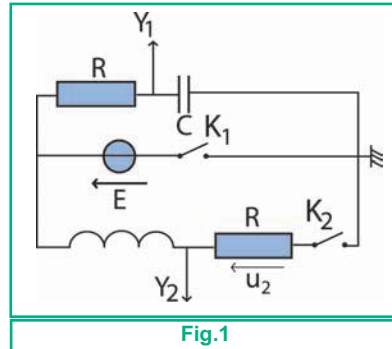

Fig.1
**8** On considère le circuit électrique comportant un générateur de tension idéal de f.e.m.  $E = 6$  V, un condensateur de capacité  $C = 20 \mu\text{F}$ , une bobine d'inductance  $L = 0,8$  H et de résistance nulle, deux résistors de même résistance  $R = 20 \Omega$  et deux interrupteurs  $K_1$  et  $K_2$  (Fig.1).